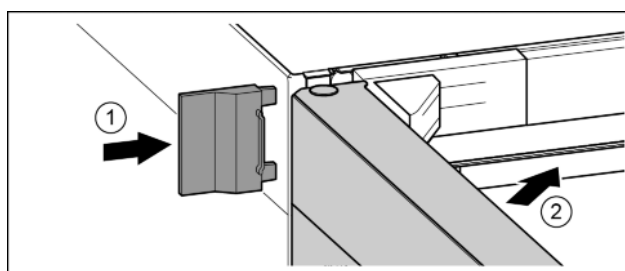

Fig. 25
- Enfiler le cache extérieur. *Fig. 25 (1)*
- Fermer la porte supérieure. *Fig. 25 (2)*